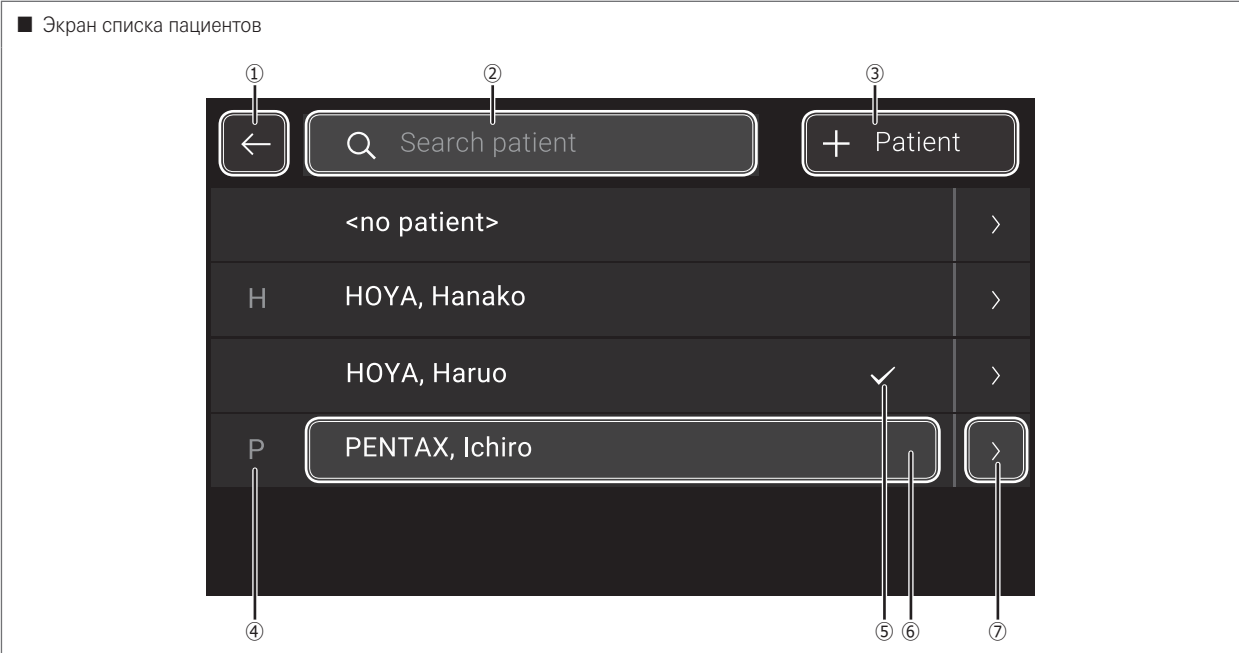

Рис. 5.31
- Если вместо фамилии пациента выводится 'no patient», отображается список пациентов. (Рис. 5.31)